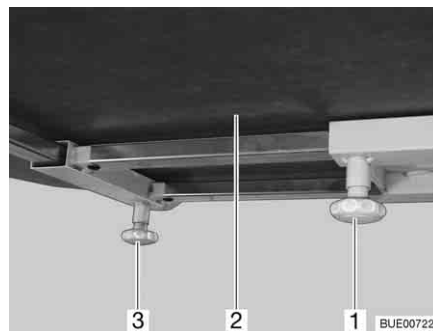

Fig. 98 Deslocar o tampo da mesa (alternativa)
- Desaperte o parafuso de cabeça estriada (Fig. 98,1).
- Empurre o tampo da mesa (Fig. 98,2) para a posição pretendida.
- Desaperte o parafuso de cabeça estriada (Fig. 98,3).